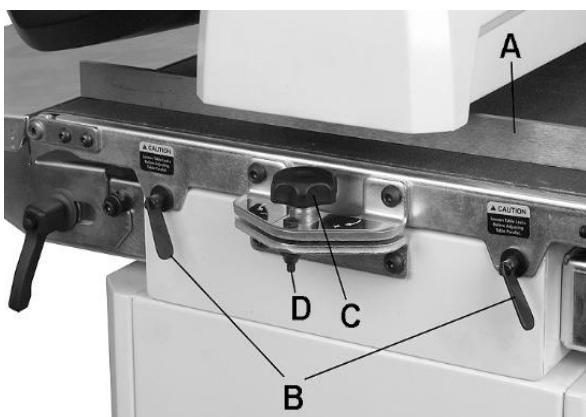

Abb. 8-4: Parallel Ausrichten der Trommel
3. Die Lehre auf der Außenseite der Trommel (A, Abb. 8-4) zwischen Trommel und Vorschubtisch einführen.
3. Ist eine Stufe an der Ü berlappungsstelle sichtbar, den Vorschubtisch durch Drehen des Einstellknaufs (C, Abb. 8-4) weiter absenken.
**Hinweis:** Beim Schleifen von schmalen Schleifgut in einem Durchgang, den Vorschubtisch wieder in die parallele Position bringen. Den Einstellknopf in die entgegengesetzte Richtung drehen, bis die Sicherungsmutter (D, Abb. 8-4) berührt wird.